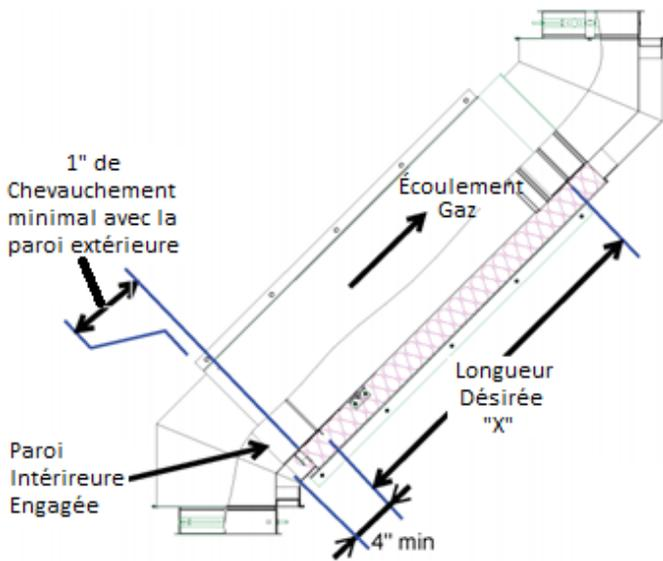

Figure 12 - Détails de chevauchement pour une longueur variable
**REMARQUE:** Si la conduite est trop longue pour pénétrer dans la section adjacente de la gaine sans interférer avec le chemin de l'écoulement, elle doit être coupée à la longueur de bride à bride souhaitée additionné d'un chevauchement de 4" avec la paroi intérieure de la section de conduit d'extrémité d'entrée. Le chevauchement minimum pour le boîtier externe est de 1" avec la paroi externe de la section d'extrémité d'entrée. (Voir les figures 12 et 14).